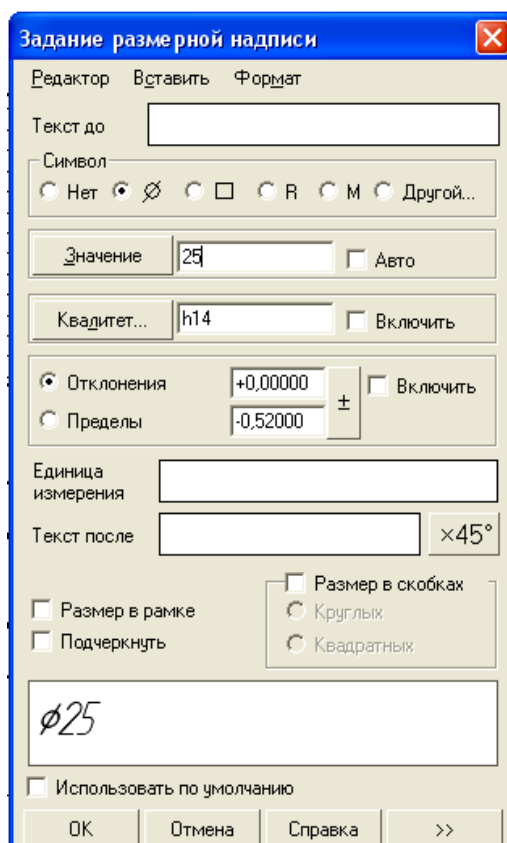

Рисунок 4.23 – Установка параметров размерной надписи
22. Активизируйте диалоговое окно *Задание размерной надписи*, в которое вносятся нужные параметры текста размера (рисунок 4.23).